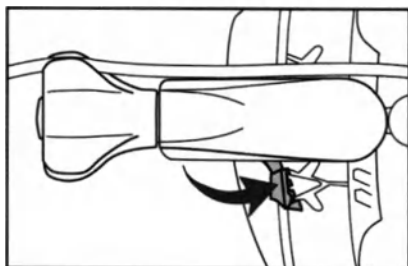

Figure 4a : Levier de verrouillage en position « DÉVERROUILLÉ »
4. Pour sécuriser le stabilisateur ACROBAT-i sur l'écarteur, verrouiller la monture en poussant le levier de verrouillage vers le corps de la monture jusqu'à la position « VERROUILLÉ ». S'assurer que le stabilisateur ACROBAT-i est solidement fixé à l'écarteur une fois que la monture est en place et verrouillée. Se référer aux figures 4a et 4b pour les positions verrouillées et déverrouillées.